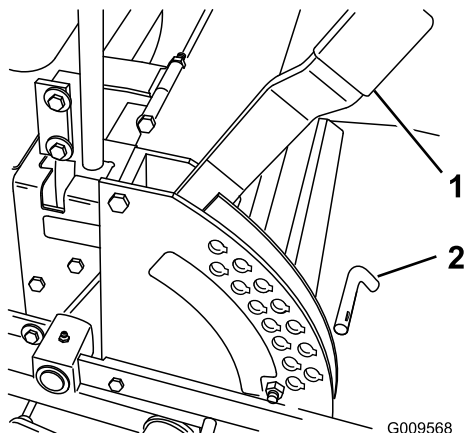

Figure 18
1. Élevez le levier de sélection de hauteur de coupe en position de TRANSPORT (qui correspond aussi à la hauteur de coupe de 127 mm) (Figure 18).
2. Pour changer de hauteur de coupe, retirez l'axe du support de hauteur de coupe (Figure 18).
3. Placez la goupille dans le trou du support correspondant à la hauteur de coupe voulue (Figure 18).